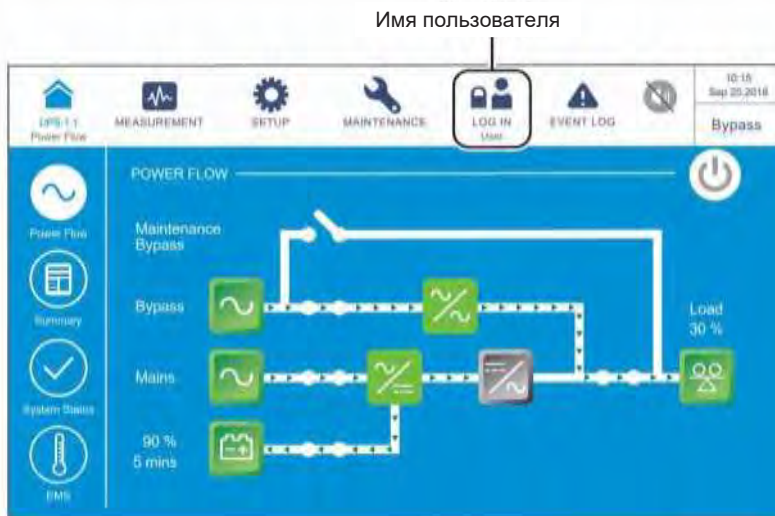

Рисунок 7-4: Главный экран и имя пользователя
- 2) Примерно через 20 секунд после появления начального экрана (см. **Рисунок 7-3**) на ЖК-дисплее появится главный экран (см. **Рисунок 7-4**). После этого можно использовать ЖК-дисплей для управления ИБП. Обратите внимание, что при появлении главного экрана состояние входа пользователя (**User**) будет таким, как показано на рисунке ниже.